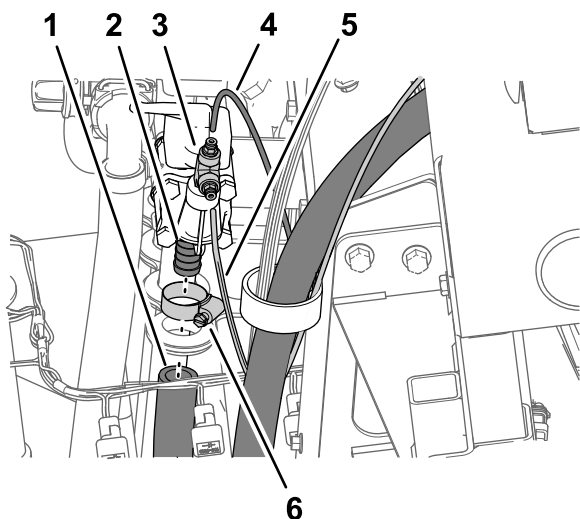

Figura 21
1. En el extremo derecho de la válvula de control de presión, retire la abrazadera que sujeta la manguera de entrada al acoplamiento dentado de la válvula de control y retire la manguera del conector (Figura 21).
2. Presione el anillo de bloqueo del acoplamiento del tubo y retire el tubo del sensor de presión del manómetro en el salpicadero de la máquina (Figura 21).
3. Presione el anillo de bloqueo del acoplamiento del tubo y retire el tubo del sensor de presión del manómetro del carrete de manguera (Figura 21).
4. Retire el acoplamiento en T y los acoplamiento de tubos del codo de 90° en el extremo de la válvula de control de presión (Figura 21).